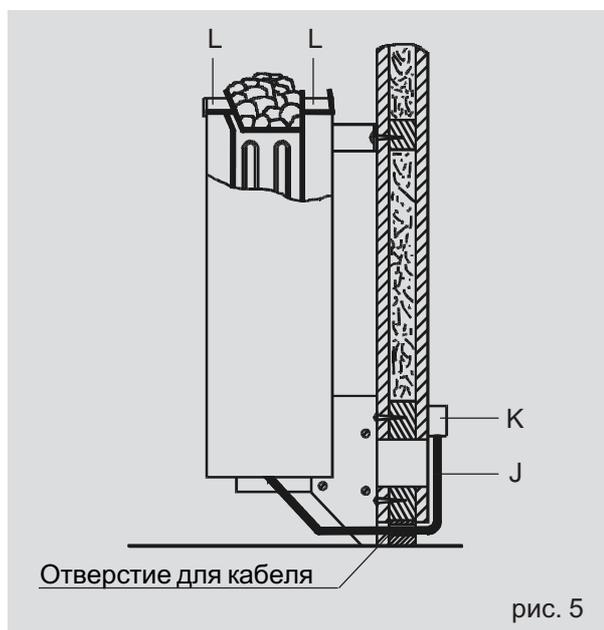

рис. 5
1. В месте присоединения соединительного кабеля к печи просверлить в стене кабины отверстие приблиз. 10 мм. Соединительный кабель через это отверстие вывести наружу и через распределительную коробку в водостойком исполнении присоединить его к прибору управления. Рис. 5